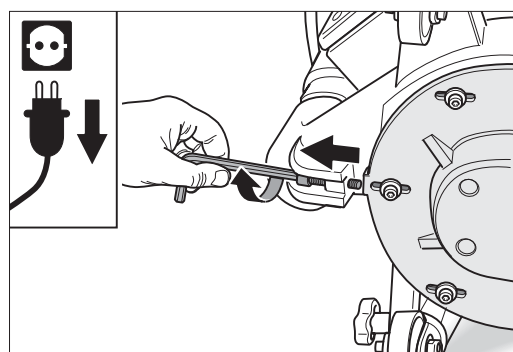

Abb. 56: Die Riemenspannschraube ganz zurückdrehen.
- 4 Zum Entspannen des Keilriemens drehen Sie mit dem entsprechenden Innensechskantschlüssel die Riemenspannschraube so weit zurück, bis sie vorne in der Gewindebohrung des Ventilatorgehäuses verschwunden ist (Abb. 56).